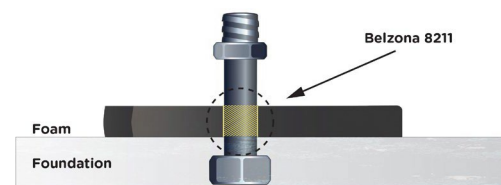

图3 - 使用贝尔佐纳 (Belzona) 8211 隔离螺栓
- 通过使用胶带缠绕、套管或直接使用贝尔佐纳 (Belzona) 8211 涂敷螺栓的方式隔离螺栓, 以防止浇注后螺栓接触到贝尔佐纳 (Belzona) 7111, 如图 3 所示。